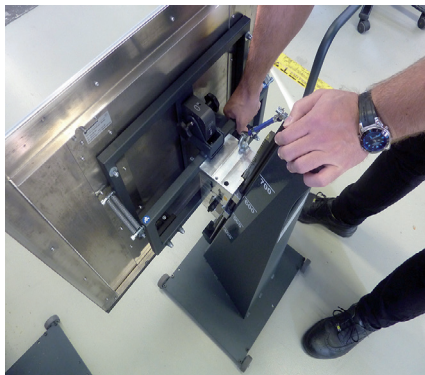

Fig. 8: Ergonomisk höjdjustering
2. Ställ in vertikalutlösningen på Uppåt (vrid den åt höger), se även fig. 8.